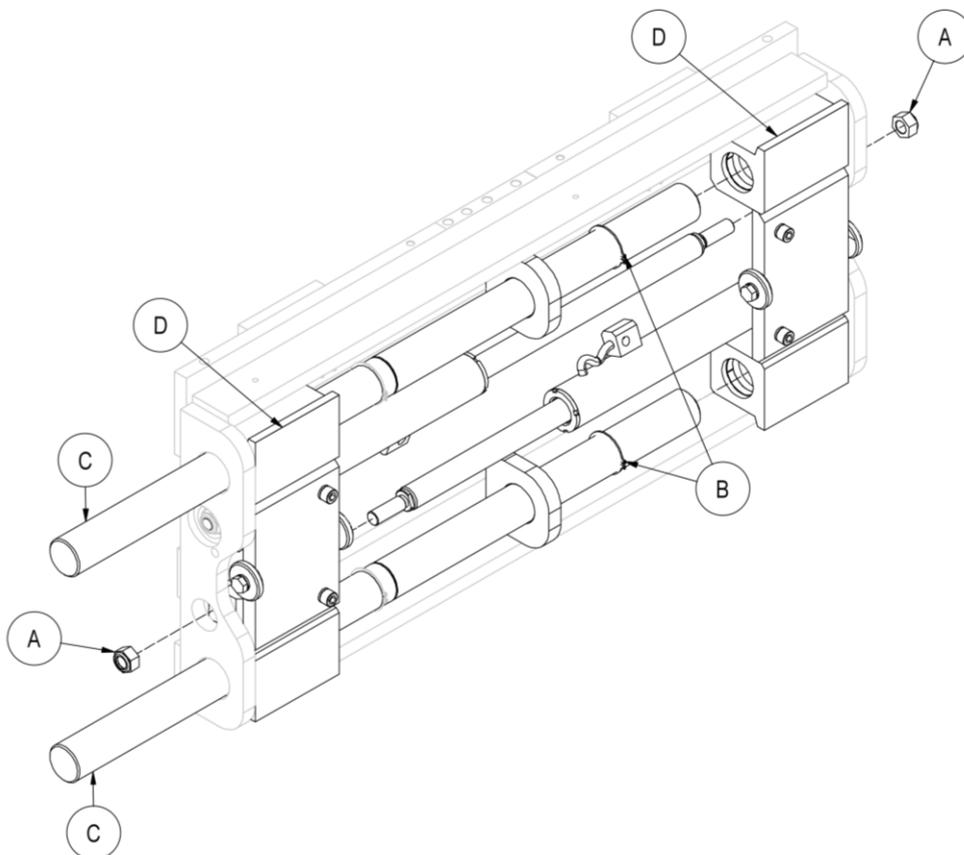

Abbildung 20
7. Beziehen Sie sich auf die *Abbildung 20*.